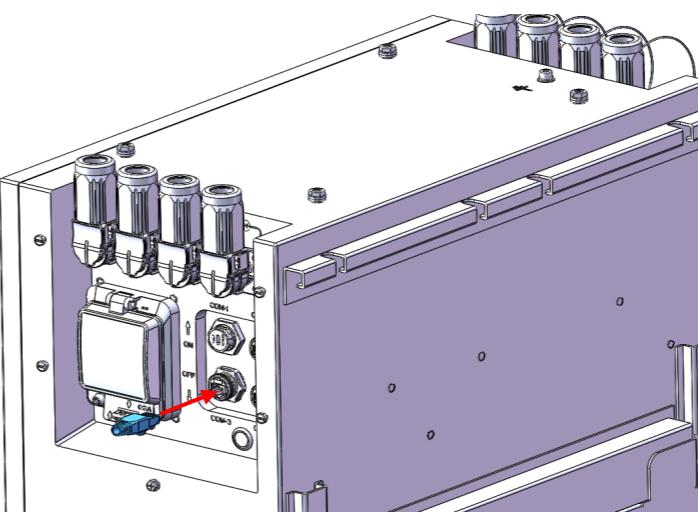

图1
- 2、线缆初始端与电池包连接按图1所示，找到对应接口直接按压入内；